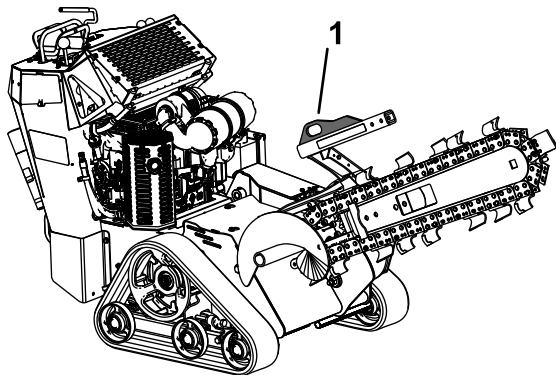
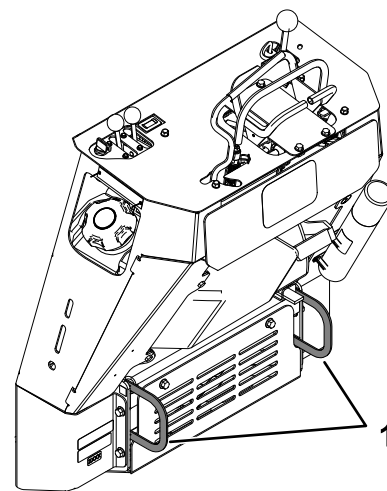

Figura 17
Figura 18
3. Fissate la macchina al rimorchio con catene o cinghie utilizzando gli anelli di attacco/solevamento sulla parte anteriore e posteriore della macchina (Figura 17 e Figura 18). Fate riferimento alle ordinanze locali per i requisiti relativi ai rimorchi e ai punti di attacco.
La macchina può essere sollevata utilizzando gli anelli di attacco/solevamento come punti di sollevamento (Figura 17 e Figura 18).